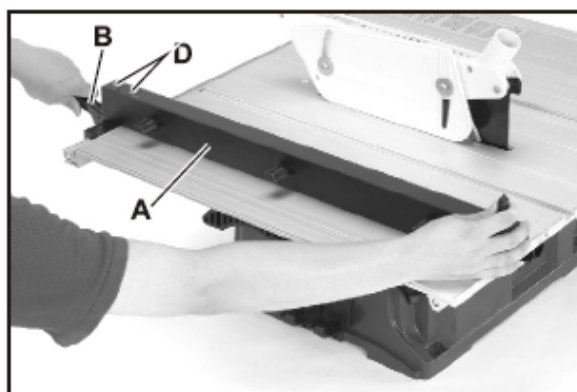

Fig 22.
5. Ziehen Sie den Schutz zu einem Ende des Gehrungsmaßschlitzes, siehe Abb. 22. Klemmen Sie den Schutz durch Herunterdrücken des Arretierhebels (B) am Tisch fest. Das Schutzmaß muß dann parallel zum Gehrungsmaßschlitz verlaufen.
7. Lösen Sie die zwei Schrauben (D), Abb. 22, und ziehen Sie den Arretierhebel (B) hoch. Halten Sie die Schutzhalterung fest gegen die Vorderseite des Sägebretts gedrückt, während Sie das hintere Schutzende (A) soweit verschieben, bis es parallel zum Gehrungsmaßschlitz verläuft. Ziehen Sie dann die beiden Schrauben (D) an und drücken Sie den Arretierhebel (B) herunter.
8. Stellen Sie beim Herunterdrücken des Arretierhebels fest, dass er sich nicht auf dem Tisch arretieren läßt, kippen Sie den Arretierhebel (B) in die richtige Befestigungsposition und drücken Sie ihn herunter.